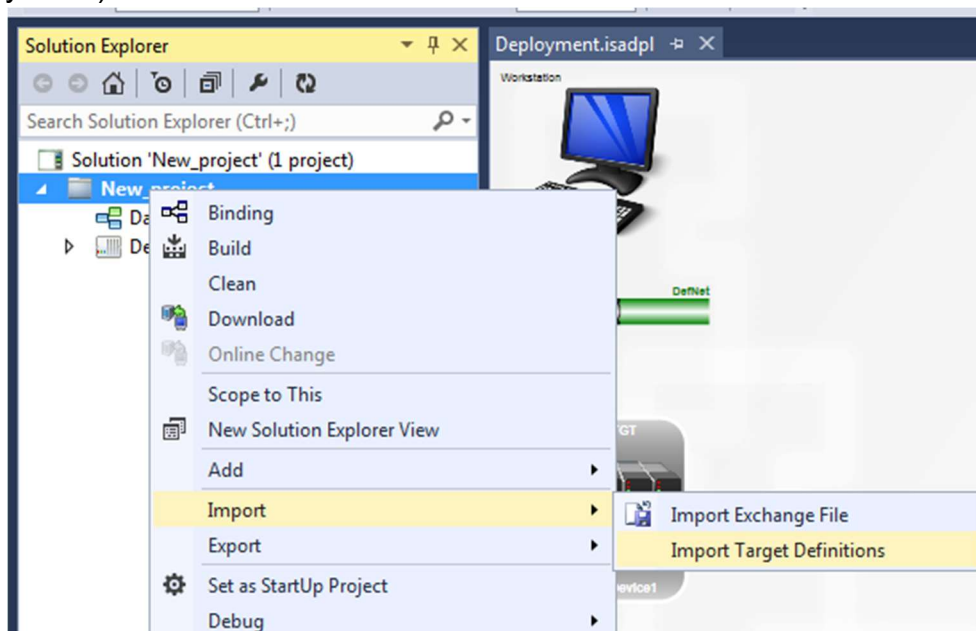

Рисунок 3 – Импорт tdb-файла
4). Далее следует импортировать файл определения свойств модулей изделия (далее – tdb-файл, более подробно см. раздел 2.5). Для этого следует в контекстном меню проекта выбрать «Import»-«Import Target Definitions» (см. Рисунок 3).